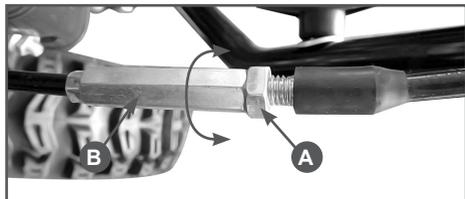

Рис.14 Регулировка троса привода шнека
Для регулировки троса привода шнека необходимо ослабить контргайку (A) Рис.14 и вращая поводок (B) по или против часовой стрелки установить необходимую длину троса. Затем затянуть контргайку (A).